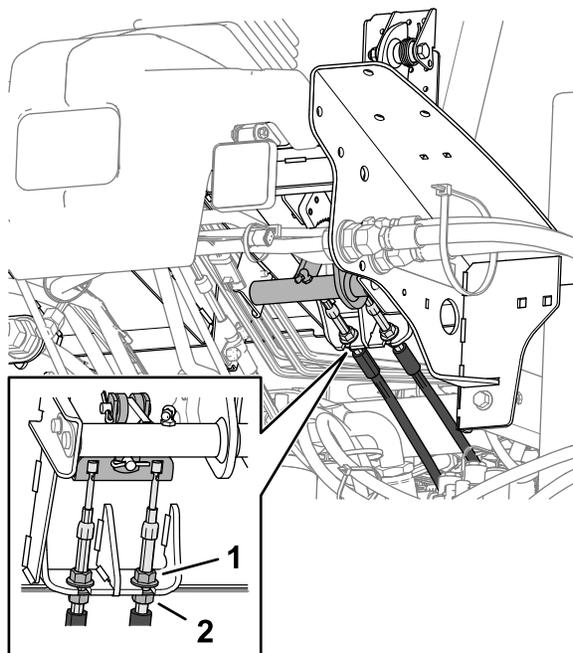

图 109
5. 要减少刹车踏板的自由行程，应松开每根刹车拉线螺纹端的前锁紧螺母（图 109）。